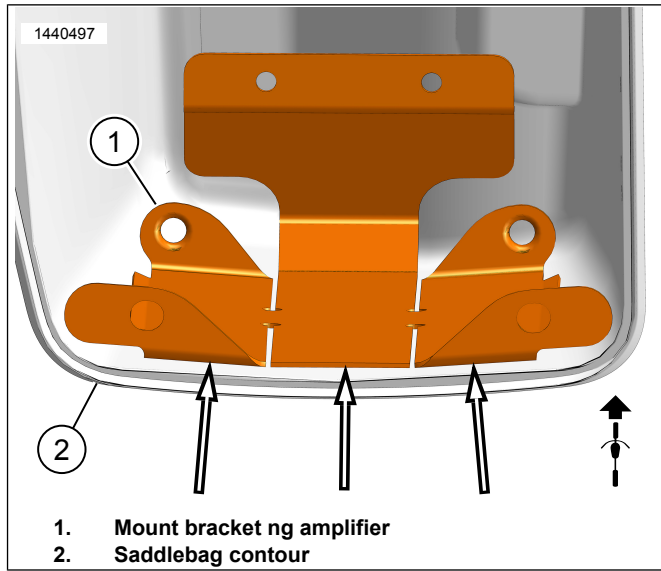

Figure 13. Saddlebag Contour
- b. Figure 13 Gamtiin ang mga slit sa mount bracket (1) upang ikurba at i-akma ang hugis ng saddlebag (2) nang hindi umuuga. Matitiyak nito ang mas maayos na paglapat at pagdikit ng tape. Huwag munang balatan ang tape sa oras na ito.